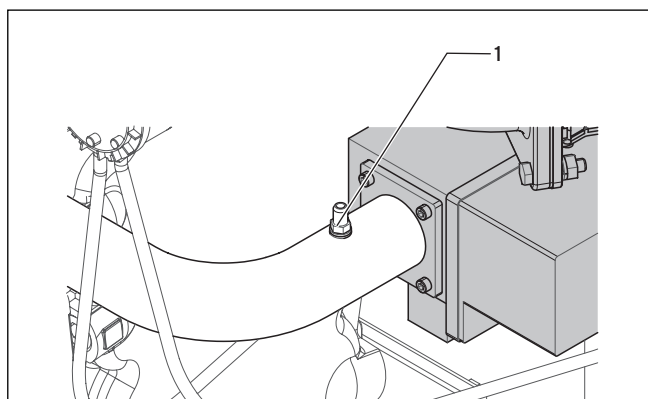

Fig. 6.2 Verificarea presiunii de curgere a gazului
- Slăbiți șurubul la niplul de măsurare a presiunii (1, Fig. 6.2) în avalul armăturii de gaz.
- Scoateți manometrul și strângeți la loc șurubul la niplul de măsurare a presiunii (1, Fig. 6.2).